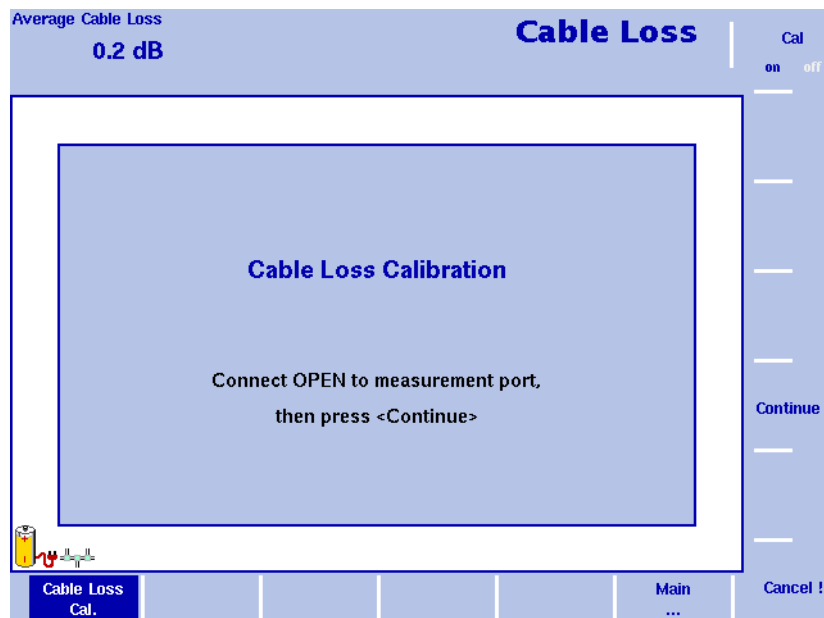

Abbildung 52 Menü Cable Loss Calibration
- 3 Der 9102 führt Sie Schritt für Schritt mit Hinweisen auf dem Bildschirm wie in Abbildung 52 durch den Kalibriervorgang. Schließen Sie auf Aufforderung den Kalibriersatz an das Verlängerungskabel für den Prüfanschluss an und drücken Sie auf **Continue** Sie können den Kalibriervorgang mit dem Softkey **Cancel !** abbrechen.